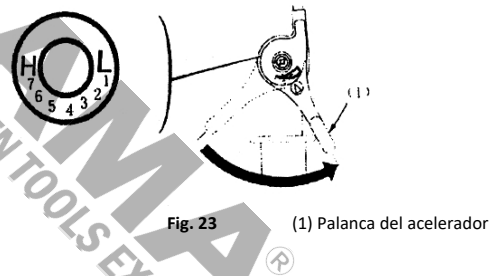

Fig. 23
- 2) Mueva la palanca del acelerador completamente hacia la derecha. (Fig. 23)